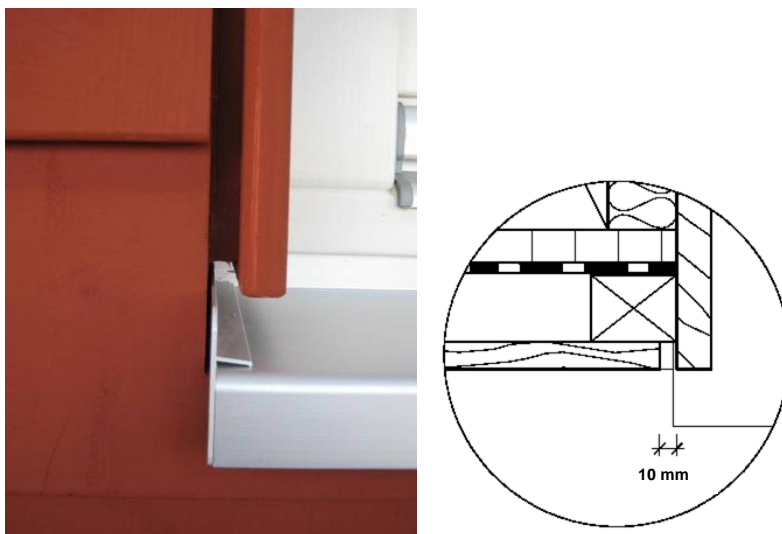

Abbildung 34: Leibungsbrett mit ausreichendem Abstand zum Endprofil und zur Fensterbankfläche (Quelle: Holzforschung Austria)
- Ein einwandfreier Wasserablauf muss gewährleistet sein, daher ist das Endprofil der Fensterbank hinter dem Leibungsbrett hochzuziehen (L-Profil, siehe *Abbildung 34*).
- Zwischen Leibungsbrett und Endprofil ist eine Fugenbreite von mindestens 1 cm vorzusehen (siehe *Abbildung 34*).
- Das Leibungsbrett muss auch mit einem ausreichenden Abstand von der Fensterbankfläche montiert werden (mindestens 1 cm; siehe *Abbildung 34*).